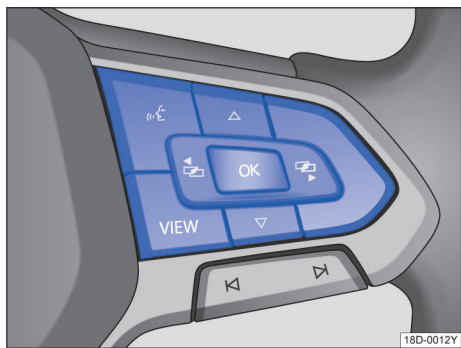

图 16 多功能方向盘右侧：用于操作信息显示器中菜单的按钮
- 若显示屏显示一条信息，按压多功能方向盘上的按钮 **OK** → 图 16，可能需按数次按钮。
- 用多功能方向盘操作：如需浏览选择菜单，按压按钮 **↶** 或 **↷** → 图 16
- 如需打开选择菜单里的菜单显示项或信息显示项，按压多功能方向盘上的 **OK** 按钮 → 图 16，或等待数秒钟，直至系统自动打开菜单或显示信息。
- 按压多功能方向盘上按压箭头按钮 **△** 或 **▽** → 图 16，直到选中所需的菜单项为止。
- 按压多功能方向盘上的 **OK** 按钮 → 图 16，进行所需更改。“✓”表示所选的某个特定系统或功能处于激活状态。
- 按压多功能方向盘上的 **↶** 或 **↷** → 图 16 即可返回选择菜单。
— 配备多功能方向盘的车型：按压按钮  或  → 图 16。